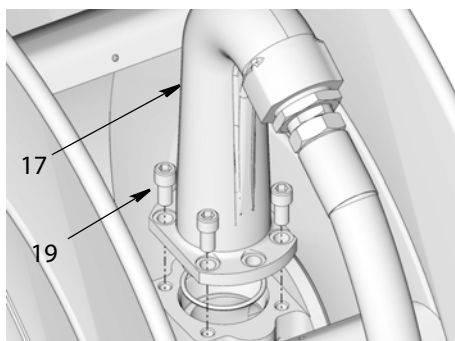

FIG. 36
6. Установите выпускной патрубков (17) обратно на катушку. Установите на место и надежно затяните болты (19). Затягивайте болты с усилием 32,54–40,67 Н•м (24–30 футофунтов) (FIG. 36).